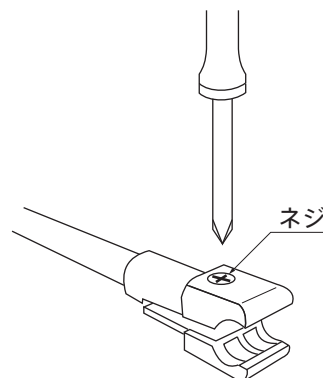

図 2
- ・ギャラリーレールにクロスギャラリーを取付けます。(図 2、図 3)